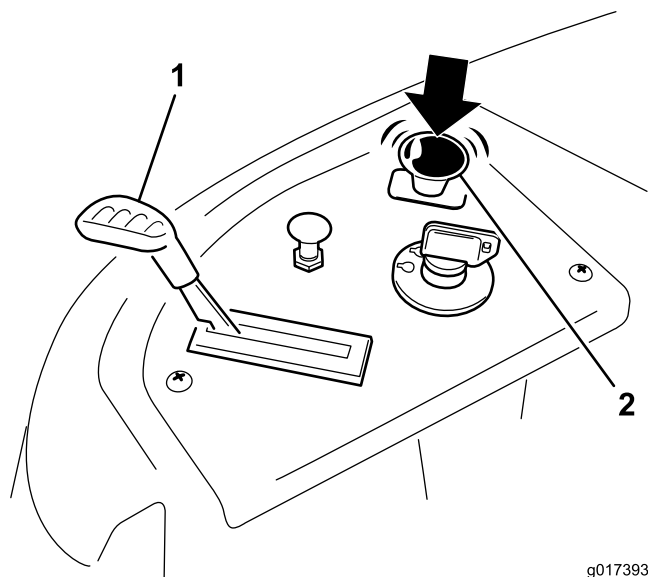

Figure 12
2. Désengagez les lames en plaçant la commande des lames en position Désengagée (Figure 12).